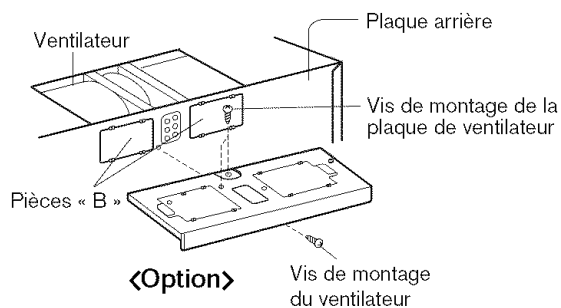

Figure 13
1. Retirer une vis de montage du ventilateur et une vis de la plaque du ventilateur, retirer la plaque du boîtier. Voir la Figure 13.